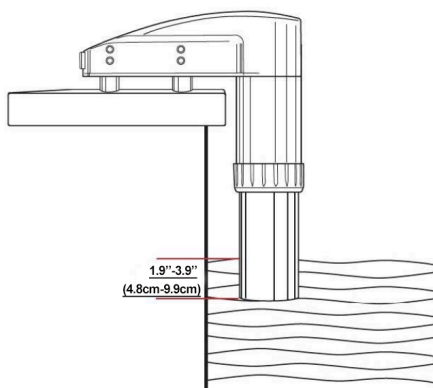

Figure 5
ÉTAPE 6 : Ajustez et maintenez le niveau d'eau de la piscine. Cette étape est impérative pour que le capteur d'alarme de la piscine fonctionne correctement. A tout moment, le capteur d'alarme doit impérativement se situer dans une profondeur comprise entre 1,9" à 3,9" dans l'eau. Ne jamais bloquer ou remplir le trou d'air situé à l'arrière du capteur d'alarme. Voir les **Figures 4.1-4.4** pour un niveau d'eau incorrect et la **Figure 5** pour un niveau d'eau correct.